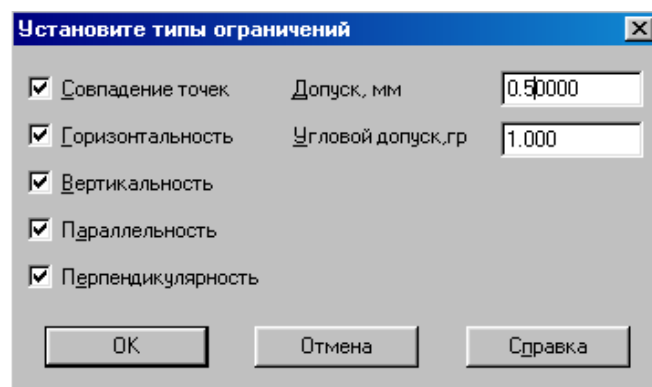

Рисунок 4.1 – Встановлення типів обмежень
4. Натисніть кнопку **Параметризовать** на сторінці Параметризація. На екрані з'явиться діалогове вікно **Установите типы ограничений** (рис. 4.1).